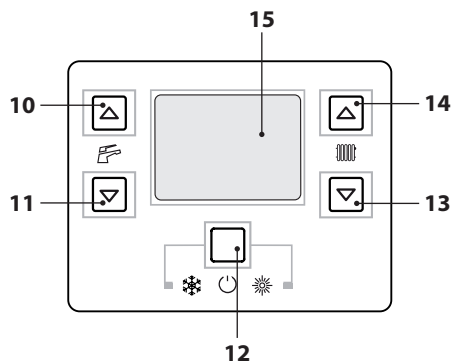
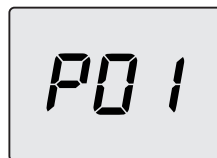
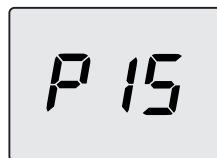

Figura 5.30
Figura 5.31
Figura 5.32
- Entrare in "modalità programmazione" premendo contemporaneamente per 10 secondi i tasti 12-13-14 (Figura 5.30) fino a far apparire sul display LCD le lettere **P01** che si alternano con il valore del parametro, indicanti l'entrata nel "parametro 01" (Figura 5.31).
- Scorrere i vari parametri utilizzando i tasti 13 o 14 fino a far apparire sul display LCD le lettere **P15** che si alternano con il valore del parametro, indicanti l'entrata nel "parametro 15" (Figura 5.32).
- Premendo il tasto 12 (Figura 5.30) si ottiene la conferma del valore inserito.
- Premendo contemporaneamente i tasti 12 e 13 (Figura 5.30) si esce senza modificare il valore (ritorno alla lista parametri Figura 5.32).
- Premendo contemporaneamente per 10 secondi i tasti 12-13-14 (Figura 5.30) si esce dalla "modalità programmazione".
Comunque se la temperatura ambiente non dovesse essere confortevole si può aumentare o diminuire la temperatura di mandata dell'impianto riscaldamento di $\pm 15^\circ\text{C}$ agendo sui tasti 13 (diminuzione) e 14 (aumento) (Figura 5.30).